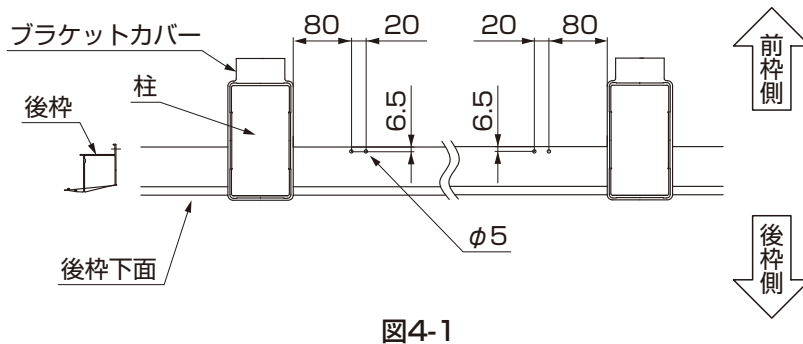

図4-1
- ①現場で、後枠下面のフィン部にφ5の孔をあけてください。(図4-1参照)